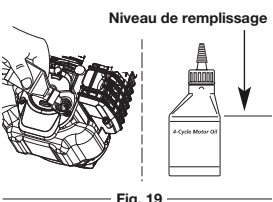

Fig. 19
- REMARQUE :** Mesurez la quantité nécessaire à l'aide de la bouteille et de la buse utilisées lors de la mise en service. 90 ml (3,04 oz) correspond environ au haut de l'étiquette de la bouteille (Fig. 19). Vérifiez le niveau d'huile avec la jauge. S'il est trop bas, ajoutez un peu d'huile par l'orifice et revérifiez Ne remplissez pas trop (Fig. 16).